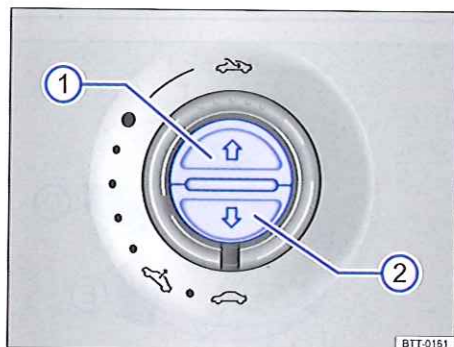

Fig. 40 Dans le ciel de pavillon : touches du store pare-soleil.
| Ouverture complète (fonctionnement automatique) : | Appuyez brièvement sur la touche \Rightarrow fig. 40 ①. |
- *Store pare-soleil* : en l'espace d'env. 5 secondes après le déclenchement du dispositif antipincement, appuyez sur la touche \Rightarrow fig. 40  jusqu'à ce que le store pare-soleil soit entièrement fermé.